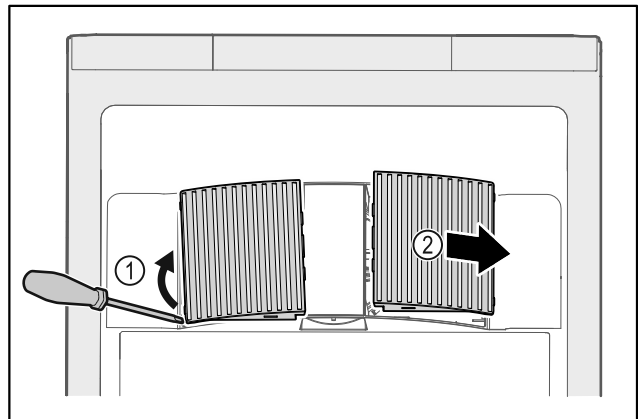

Fig. 126
- ▶ Ventilatorafdekkingen voorzichtig aan de zijkant eruit halen Fig. 126 (1) en naar de voorkant toe verwijderen Fig. 126 (2).